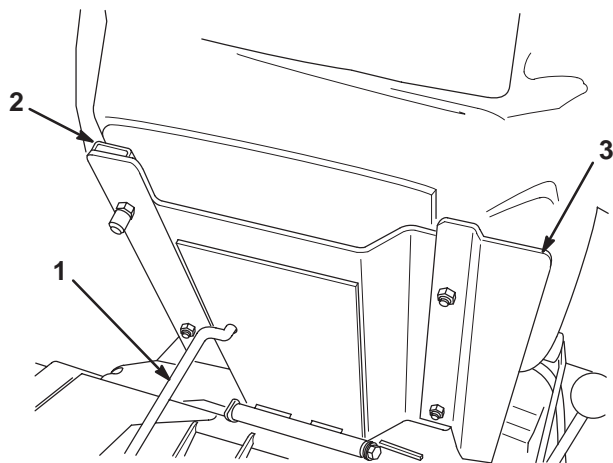

Bild 4
3. Befestigen Sie den Sitz, das Sitzseitenteil und die Sitzführungen mit den Sicherungsmuttern (5/16 Zoll) (Bild 4), die den losen Teilen beiliegen, an der Sitzstütze. Montieren Sie das Sitzseitenteil an der rechten Seite an der im Bild 4 angegebenen Position.